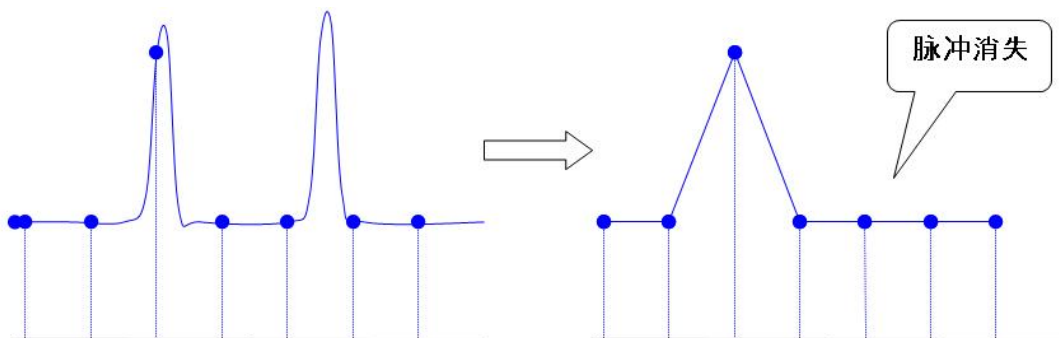

图 10-3
- **波形漏失**：由于采样率过低，对采样数据进行重建时的波形没有反映全部实际信号，如下图 10-3 所示。